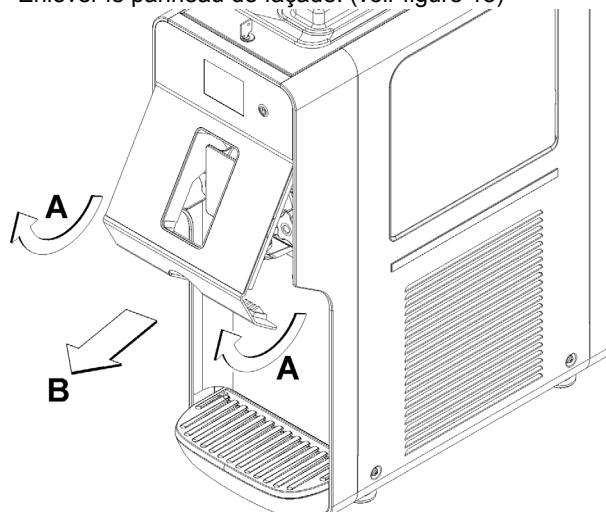

figure 18
- 4** Enlever le panneau de façade. (voir figure 18)